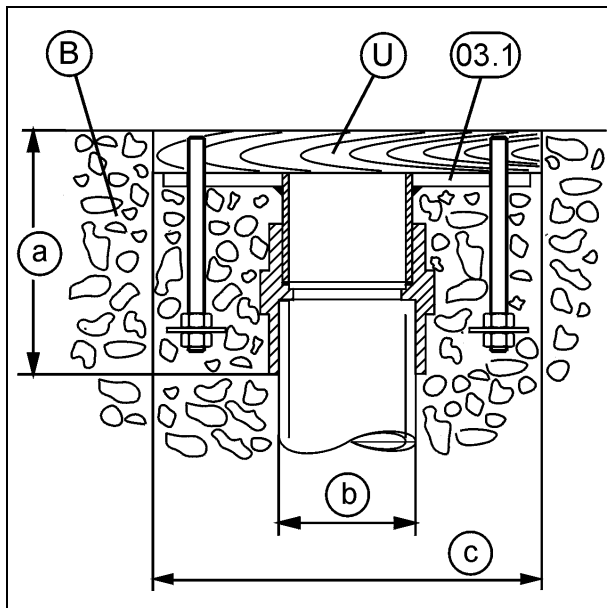
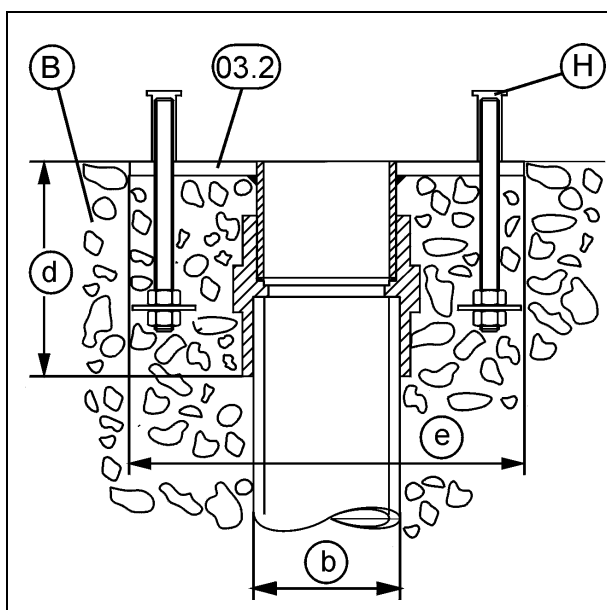

Abb. 1
Abb. 2
Différentes versions de la pièce à sceller sont disponibles, pour le bassin béton-carrelage (03.1) (fig. 1) ainsi que pour le bassin béton-liner (03.2) (fig. 2).
Retirer la plaque couverture (Abb. 1, pos.U) de la pièce à sceller (03.1), placer le joint plat (04) et la douche cascade (01) ou le canon à eau (02) sur les vis de fixation (S) et puis les fixer au moyen des écrous fournis en annexe (07).
Retirer la feuille protectrice et la douille de protection (Abb. 2, pos.H) de la pièce à sceller (03.2).